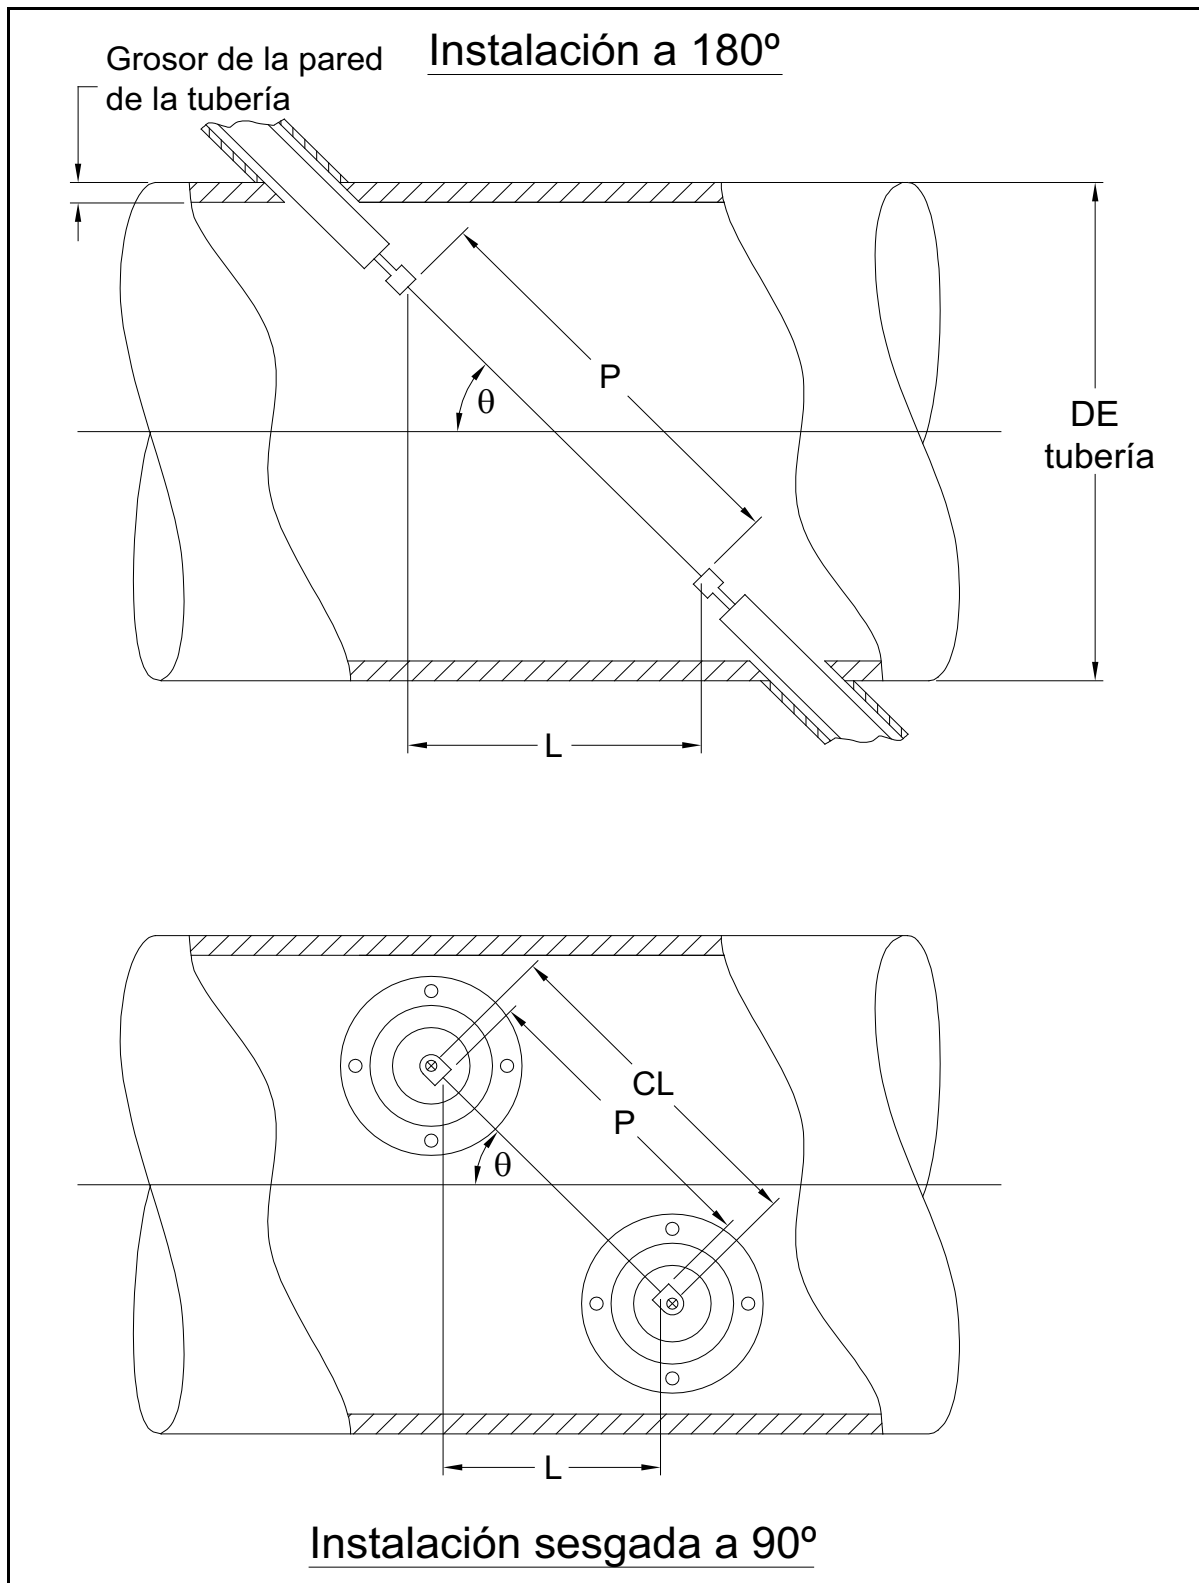

Figura 22: Vista en planta de instalaciones usuales de transductores
La precisión de los valores P y L programados es crítica para la precisión de las mediciones de flujo. Si GE ha suministrado la celda de flujo para el sistema. En la documentación que se incluye con el sistema constarán los valores correctos. Para los transductores instalados en una tubería existente (consulte Figura 22 en la página 70), P y L se deben medir en la instalación. En este anexo están las instrucciones para determinar correctamente esas distancias.
Siempre que sea posible, mida directamente la distancia entre caras (P) y la distancia axial (L) entre los centros de las caras planas de los transductores. Consulte en la Figura 22 en la página 70 la ilustración de las distancias correctas que se deben medir en una instalación típica.
Con una instalación de transductores sesgados a 90° , puede ocurrir que los únicos parámetros conocidos sean el ángulo de los transductores (θ) y la distancia entre los ejes de los cuerpos de los transductores (CL). En estos casos, es posible calcular P y L combinando la ecuación C-1 y la ecuación adicional C-2 (consulte Figura 22 en la página 70):